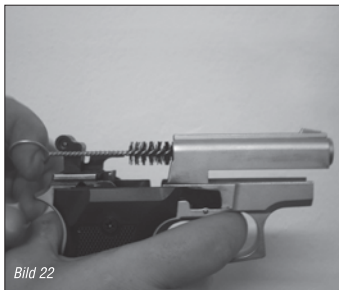

Bild 22
- Reinigen Sie nach Schussabgabe vorrangig den Lauf und das Patronenlager, schmieren Sie es mit Schutzöl ein (Bild 22).
- Sollte die Pistole nicht funktionieren, dann versuchen Sie es mit Patronen anderer Herstellerfirmen. Reinigen Sie den Patronenlager und den Lauf (Bild 22). Ist das Problem nicht gelöst, dann holen Sie Hilfe vom Verkäufer, von dem Sie die Waffe gekauft haben.